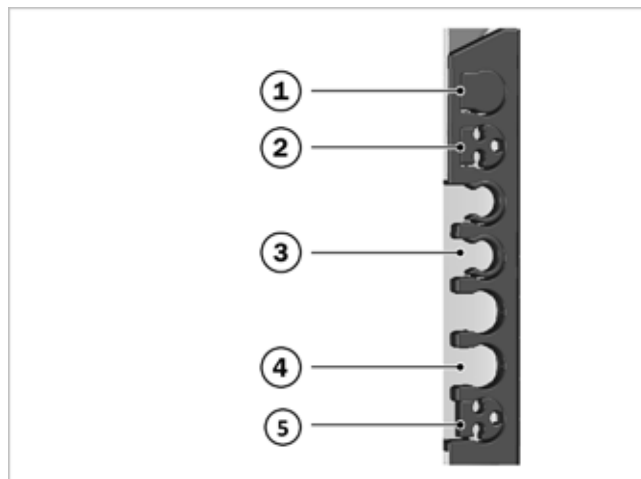

Abb. 44: Einsätze der Rohrdurchführungen
- Das andere Ende mit einer 3er Reduzierung (vgl. → Abb. 44, 2) durch eine Rohrdurchführung, wahlweise an der linken oder rechten Gestellseite, verlegen, auf ein ausreichendes Gefälle achten.
2. Gasleitung mit Hilfe einer 3er Reduzierung (vgl. → Abb. 44, 2) durch eine der oberen Rohrdurchführungen, an linker oder rechter Gestellseite, herausführen.